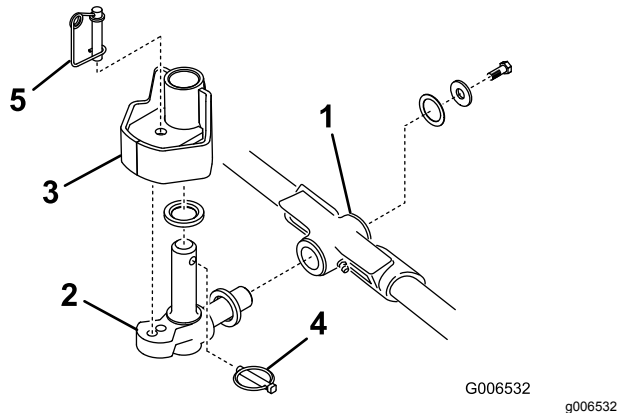

Figura 12
1. Introduzca una arandela de empuje en el eje horizontal del nudo del pivote tal y como se muestra en Figura 12.
2. Introduzca el eje horizontal del nudo del pivote en el tubo de montaje del bastidor de tiro (Figura 12).
3. Fije el nudo del pivote al bastidor de tiro con una arandela de empuje, una arandela plana y un tornillo de caperuza con arandela prensada (Figura 12).
4. Introduzca una arandela de empuje en el eje vertical del nudo del pivote (Figura 12).
5. Si no está ya instalado, introduzca el eje vertical del pivote en el buje de pivote del brazo de elevación (Figura 12).
7. Introduzca el pasador de seguridad en el taladro transversal del eje del nudo del pivote (Figura 12).
Nota: Si se requiere fijar la posición de la unidad de corte, introduzca el pasador de bloqueo de la dirección en el taladro de montaje del nudo del pivote (Figura 12).
13. Enganche el alambre del muelle alrededor de la parte inferior del pasador de bloqueo de la dirección (Figura 12).